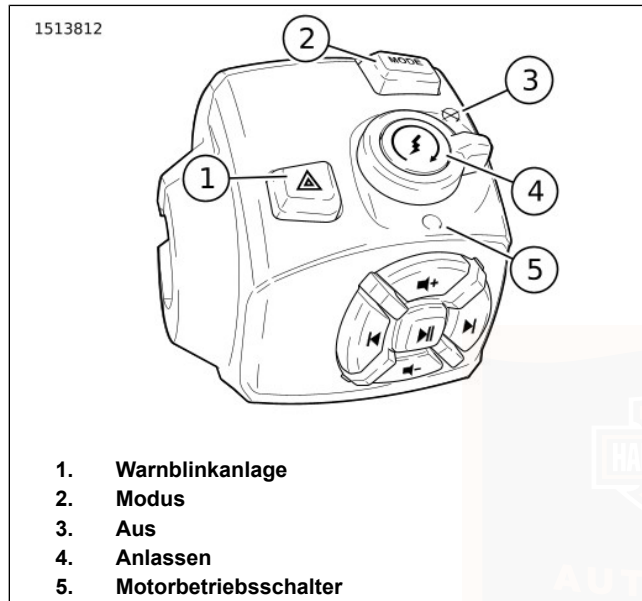

Abbildung 36. RHCM – oben
Siehe Abbildung 36. Der Warnblinkerschalter (1) dient zur dauerhaften Aktivierung des Vierfach-Warnblinkers bei einem liegengeliebenen Motorrad. Mithilfe der Warnblinker kann das Motorrad mit ausgeschalteter Zündung zurückgelassen werden, bis Hilfe geholt wird.
Siehe Abbildung 36. Die Modustaste (2) drücken, um den Fahrmodus zu ändern.
Siehe Abbildung 36. Den Motorbetriebsschalter in Stellung OFF (AUS) (3) drücken, um den Motor abzustellen.
Siehe Abbildung 36. Den Motorbetriebsschalter in Stellung RUN (BETRIEB) (5) drücken, damit der Motor starten und laufen kann. Der Motorbetriebsschalter muss sich in der Stellung RUN (BETRIEB) befinden, damit der Motor angelassen und betrieben werden kann.
Siehe Abbildung 36. Den Motorbetriebsschalter in Stellung RUN (BETRIEB) (5) drücken, damit der Motor starten kann.
1. Den Motorbetriebsschalter in die BETRIEB-Stellung bringen (5). Das Getriebe in den Leerlauf schalten. Die (grüne) Leerlauf-Kontrollleuchte leuchtet auf. Siehe FUNKTIONSWEISE > ANLASSEN DES MOTORS (Seite 119) >.
2. Den Anlasser durch Drücken des Anlasserschalters (4) betätigen.